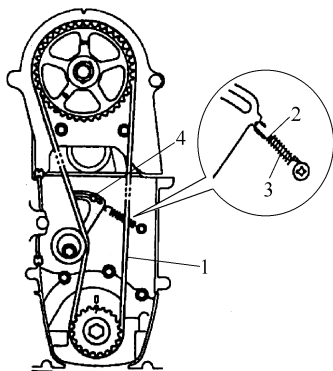

图 6-19 安装正时带
5) 安装正时带 1 和张紧轮弹簧 2, 如图 6-19 所示。
① 在两组标记对齐的情况下, 在两个带轮上安装正时带 1, 用手向上推张紧轮板的情况下使正时带的传动端没有松弛现象。
② 如图 6-19 所示, 安装张紧轮弹簧 2 弹簧减振器 3, 并用手紧固张紧轮柱头螺栓 4。